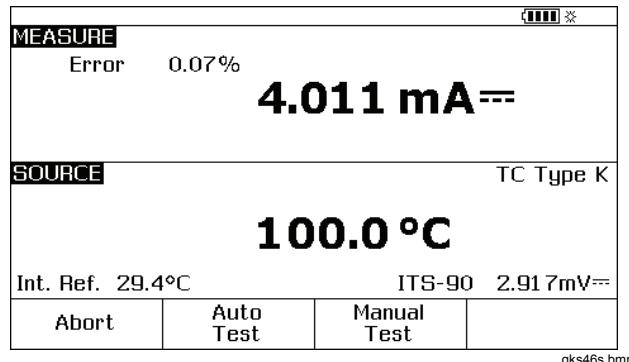

图 32. 针对校准的测量和输出屏幕
17. 按 **完成 (Done)** 功能键接受校准参数。显示屏变为图 32 所示的屏幕。